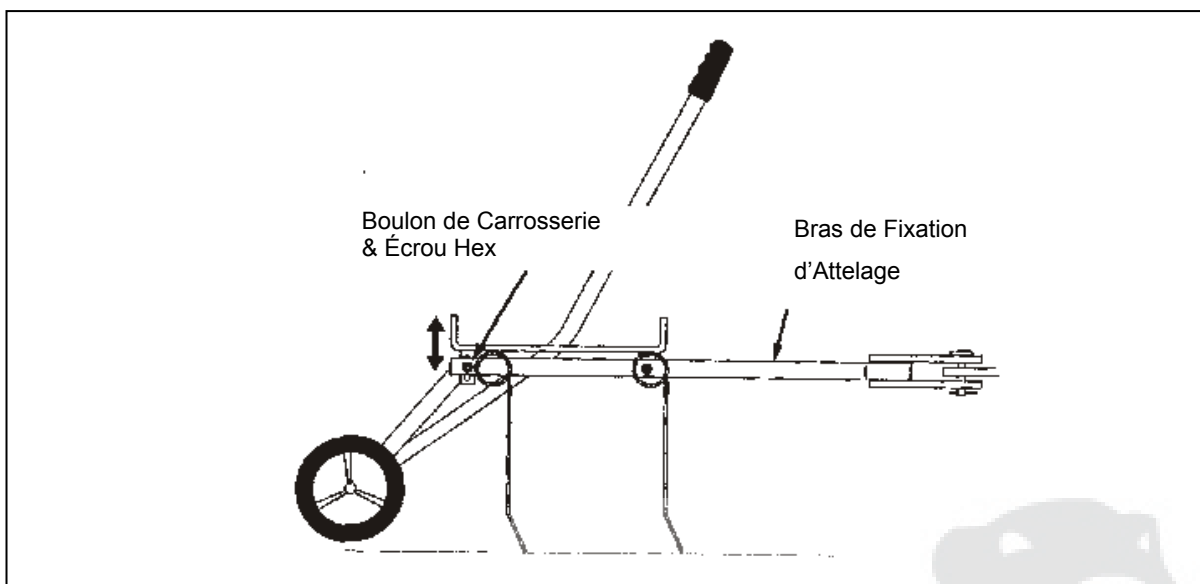

Figure 10
1. Déplacez le tracteur sur une surface plane, comme une allée ou le plancher du garage et attachez la déchaumeuse à dents à la fixation d'attelage. Voir la figure 10.
2. Pour ajuster le bouclier de dents à ressort, abaissez la déchaumeuse en position de fonctionnement en utilisant la poignée de relevage. Desserrez les deux écrous hex et les boulons de carrosserie qui attachent l'arrière du bras de fixation d'attelage au support à bras de fixation d'attelage. Réglez le bouclier à dents jusqu'à ce qu'il soit aplani et que l'avant et l'arrière des dents à ressort soient en contact avec le sol. Resserrez les écrous hexagonaux. Voir la figure 10.